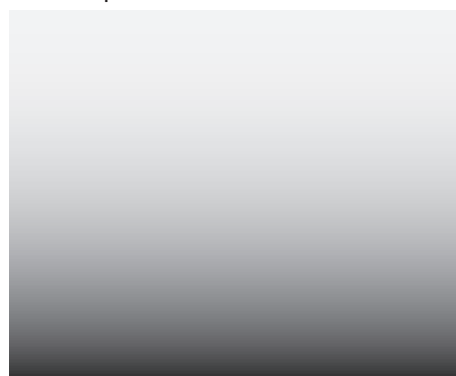

Figure 14
- 1a. Commencer à pulvériser au bas de l'endroit masqué et faire fondre progressivement en blanc au haut. Voir Figure 14. Ne pas le fondre brusquement.